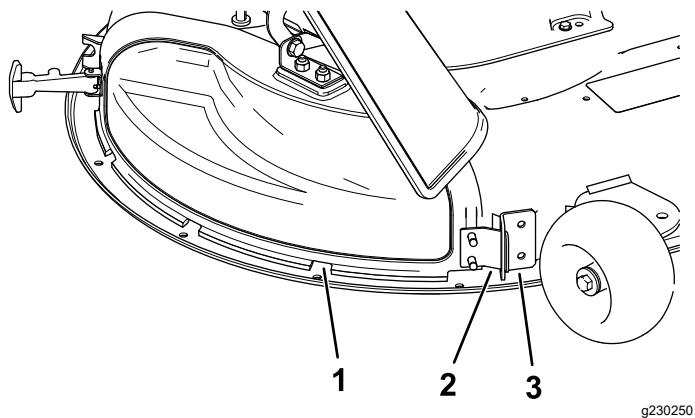

Figura 12
5. Incline la linguetta metallica presente sul coperchio dello scarico per estrarla dalla fessura nella staffa saldata sul piatto di taglio (Figura 12).